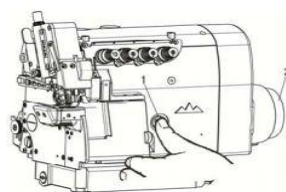

图 19
1. 一边按着按钮 1，一边旋转手轮 2，将按钮置于更深的状态（图 19）